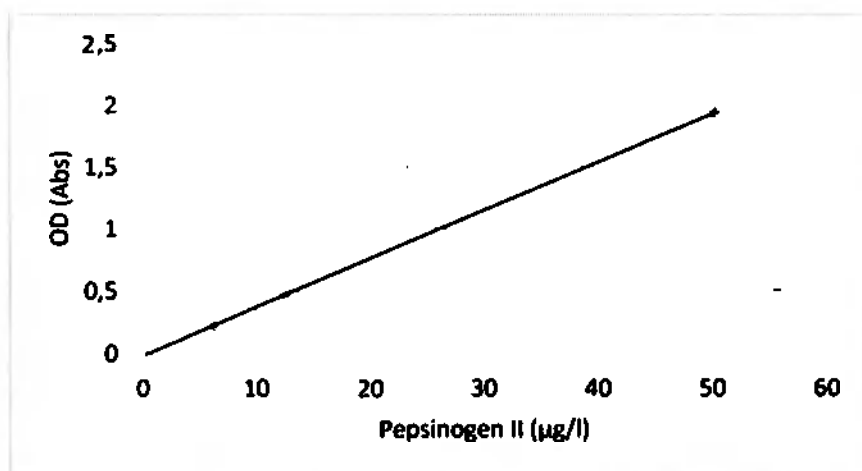

Рис. 2. Типичная калибровочная кривая
Вычитите среднюю оптическую плотность (OD) бланка (BS) из всех значений OD лунок. Постройте график зависимости среднего значения OD BS (в качестве нулевого калибратора) и калибраторов от соответствующих значений концентрации. Полиномиальная аппроксимация второго порядка пригодна для интерполирования неизвестных значений концентрации. Типичная калибровочная кривая показана на рис. 2.